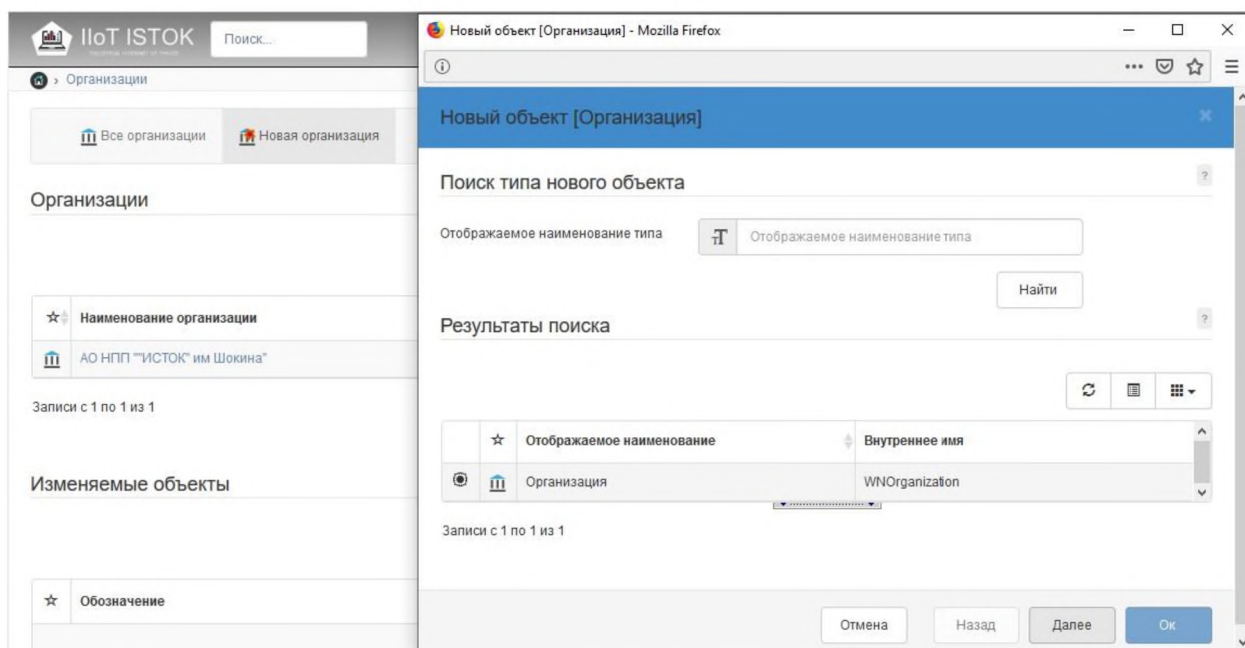

Рисунок 10 – Создание нового объекта
- 2) Нажмите **Найти**. Выберите шаблон организации и нажмите **Далее** (рис. 10).